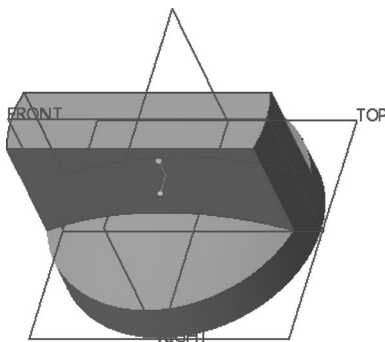

图 12-5 创建拉伸实体特征
7) 单击“拉伸”选项卡中的 (完成) 按钮，创建的拉伸实体特征如图 12-5 所示。